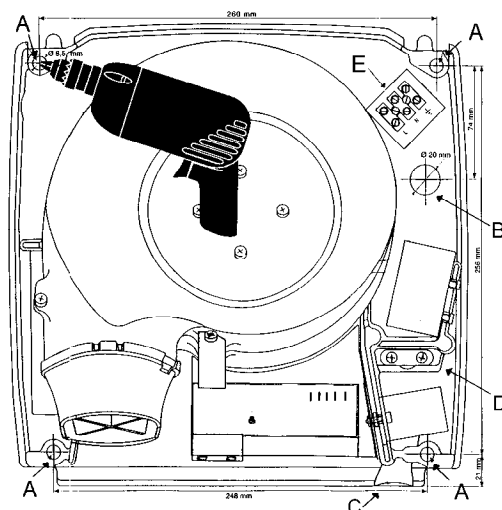

Fig. 1
❶ Tejpa fast bifogad monteringsanvisning (Fig. 1) vågrätt på väggen.
❷ Märk ut och borra hålen vid "A". Hålen skall borras, så att de passar en plugg för 8 mm skruv.
❸ Sätt pluggarna i hålen och skruva fast handtorken med 8 mm skruv.
❷ Märk ut och borra hålen vid "A".
❸ Montera handtorken med 8 mm skruvar anpassade till underlaget. Till gipsvägg används även pluggar, expander el. motsv.
❶ Vid direkt el-anslutning från fast kabel eller anslutningsbox i väggen bakom torken, förs kabeln genom hålet "B" (Fig. 1) i bakstycket och anslutas vid